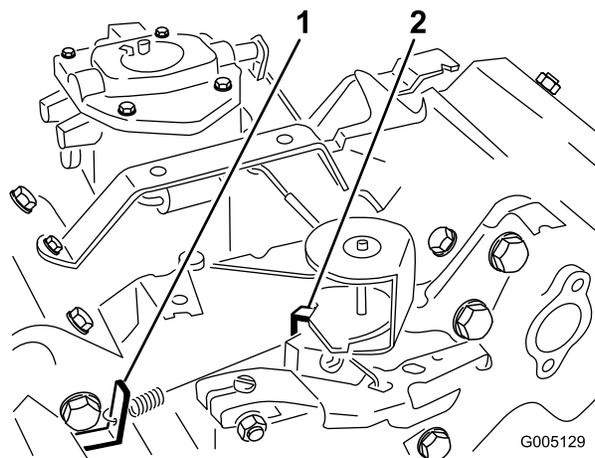

Figura 48
3. Piegate la linguetta di ancoraggio della molla regolata al minimo (Figura 48) per ottenere un minimo di 1650 ± 100 giri/min. Controllate la velocità con un tachimetro.
4. Mettete il comando dell'acceleratore in posizione Fast. Piegate la linguetta di ancoraggio della molla del massimo (Figura 48) per ottenere una velocità massima di 2850 ± 50 giri/min.